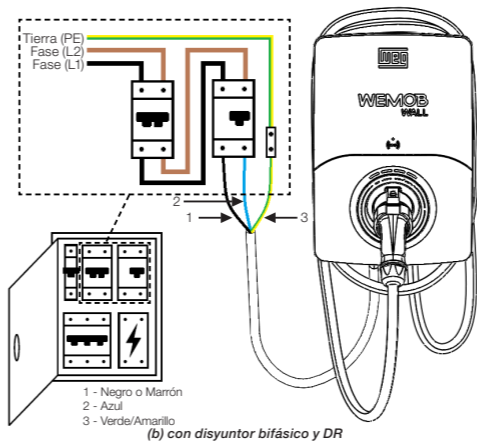

Figura 5.3: (a) y (b) ejemplos de conexión eléctrica monofásica (L1-N-PE) y bifásica (L1-L2-PE)
- La codificación de colores de los cables de alimentación presentada en la Figura 5.3 es meramente ilustrativa y puede no seguir un estándar internacional.